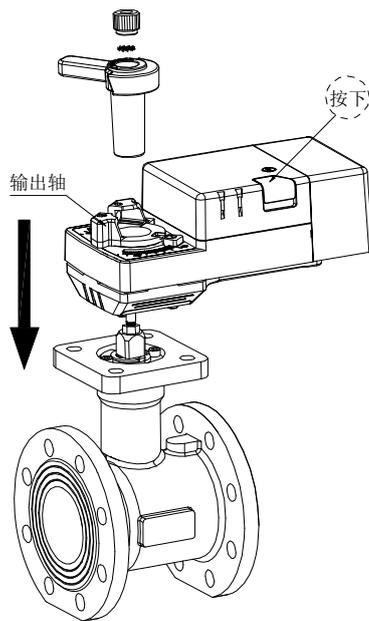

图 5
- (3) 如图 5, 按下执行器离合按钮, 同时顺时针旋转连接杆至全关(无法转动的位置), 再松开离合按钮。执行器连接件定位柱